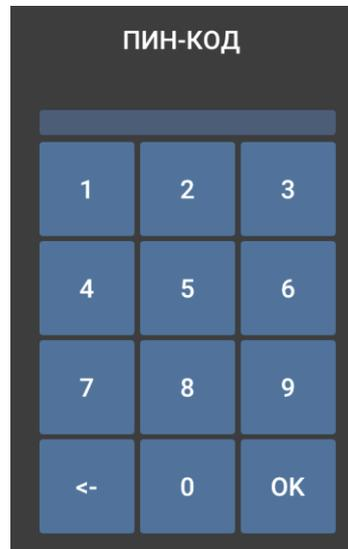

Рисунок 5. Блок ввода пин-кода
сервисное меню осуществляется кнопкой  и вводом пин-кода (см. рисунок 5). Пин-код по умолчанию для входа в сервисное меню «123456».
3.5.2 При касании и удержании выделенного элемента, например в графе год, элемент «2024» (см. рисунок 5), провести пальцем вверх, то значение увеличится и аналогично обратное, если провести пальцем вниз, то значение уменьшится. Для более лучшего понимания, какое значение будет выставлено над каждым элементом сверху и снизу есть подсказывающие надписи. Верхняя надпись показывает, какое значение будет выставлено при увеличении, нижняя надпись показывает, какое значение будет выставлено при уменьшении.